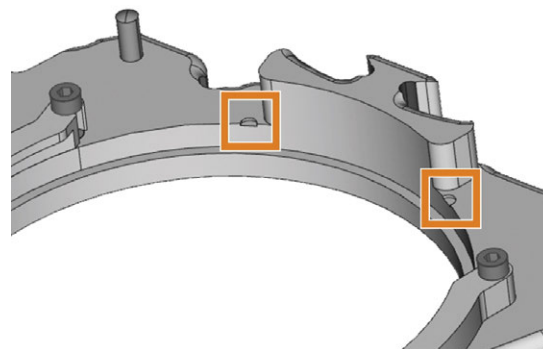

FIG. 30 APERTURE (IN ARANCIONE) DA ALLINEARE CON I SEGNI, PER UN RIMONTAGGIO PIÙ SICURO.
- d. Se il disco è stato contrassegnato per il rimontaggio, girarlo leggermente finché il segno non è allineato con le aperture corrispondenti (in arancione) nel telaio dei pezzi grezzi (↗ Fig. 30 sotto).